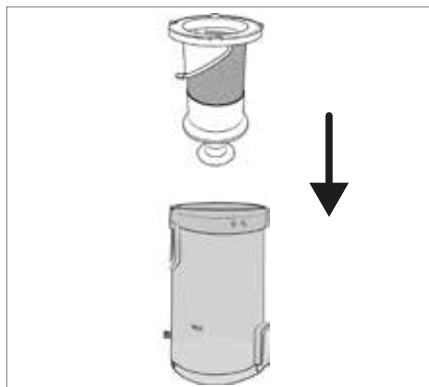

Fig. 23
- Durante la pulizia del filtro in acciaio inox, ⑥ fare attenzione che il supporto in gomma sull'apertura inferiore non vada perso.
- 6) Inserire il filtro in acciaio inox ⑥ nel contenitore di raccolta della polvere ⑦ e spingerlo fino in fondo (vedere fig. 23). Tenere conto dei due fermi di grandezza diversa presenti sul filtro in acciaio inox ⑥. Grazie a questi fermi il filtro in acciaio inox ⑥ può essere inserito nel contenitore di raccolta della polvere ⑦ solamente in una posizione.